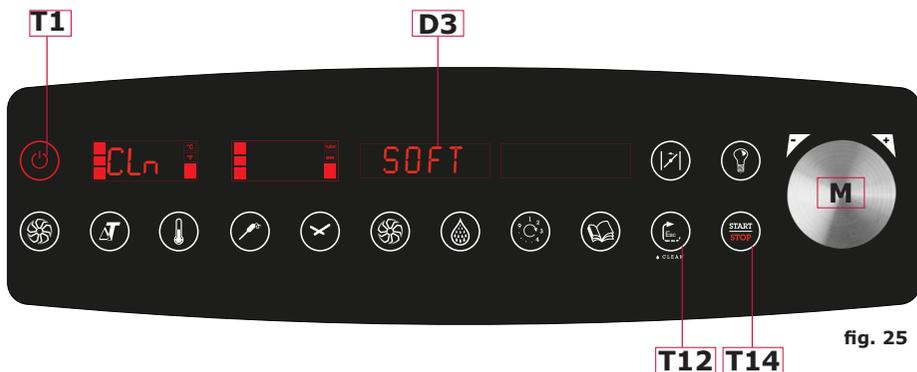

fig. 25
- Allumer le four moyennant la touche **T1** (fig. 25).
- Appuyer simultanément sur la touche **T12** (fig. 25) et la poignée **M** (fig. 25).
- L'afficheur **D3** (fig. 25) visualisera le type de lavage. En tournant la poignée **M** (fig. 25) on peut choisir entre le lavage **SOFT** (léger), **NORM** (moyen) o **HARD** (intense)
Dévisser la vis **A** (fig. 25) et ôter le diffuseur en le tirant vers le bas.